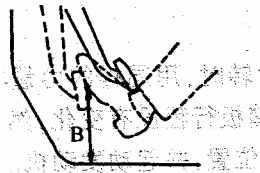

Рисунок 123
- При нормально работающей гидросистеме педаль выжимается до пола с усилием 450 Н. Расстояние от выжатой педали до пола (В) должно быть не менее 75 мм. (рис. 123).